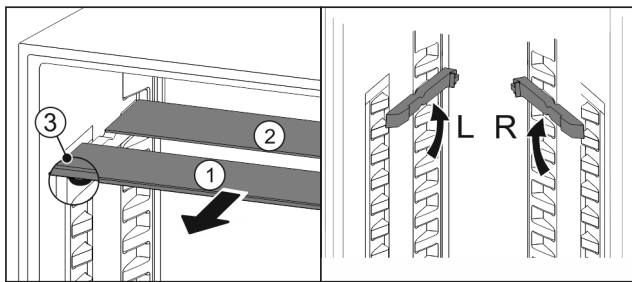

Fig. 107
- Trekk glassplatene enkeltvis fremover og ut Fig. 107 (1).
- ▷ Glassplate Fig. 107 (1) med pyntelist ligger foran.
- ▷ Stopper Fig. 107 (3) peker nedover.